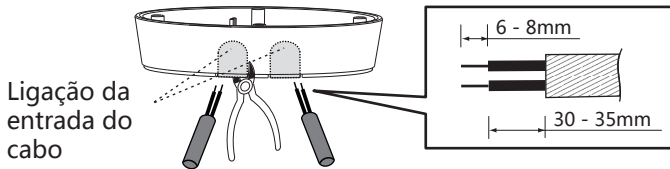

FIG.16
- Para alimentar cabos de alimentação CA através do lado da caixa de junção, utilize o alicate de corte para quebrar as ligações da entrada de cabos no lado da caixa de junção e, em seguida, insira os cabos na caixa de junção e alimente através dela. Retire 6-8 mm de revestimento de cabos para efetuar a cablagem (consulte a FIG. 16).